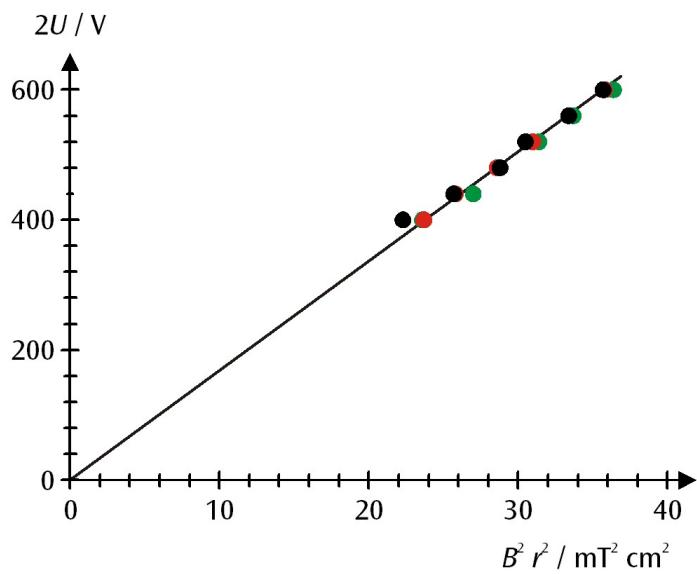

Fig. 3: Diagrama $r^2 B^2 - 2U$ dos valores de medição (preto: $r = 5 \text{ cm}$, vermelho: $r = 4 \text{ cm}$, verde: $r = 3 \text{ cm}$)
- Para uma análise mais detalhada, inserir dos valores de medição num diagrama r^2B^2-2U (veja fig. 3).